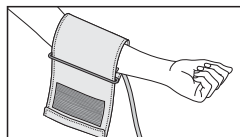

Рис. 6
2. Наденьте манжету на левую руку, при этом трубка должна быть направлена в сторону ладони. Если измерение по левой руке затруднено, то измерять можно по правой руке. В этом случае необходимо помнить, что показания могут отличаться на 5-10 мм рт. ст. (рис. 6).